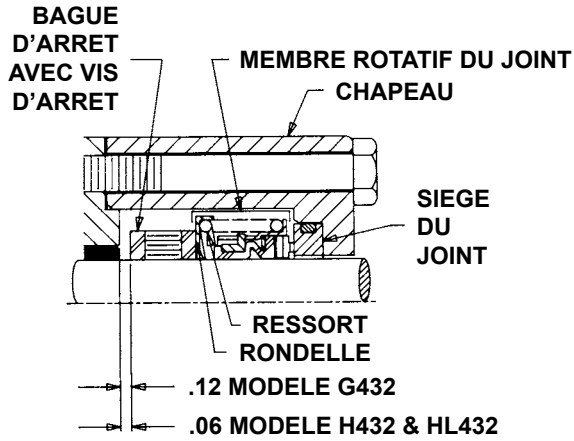

FIGURE 15 – VUE EN COUPE, SECTEUR DU JOINT
Installez le joint mécanique: placez la bague d'arrêt sur l'arbre et serrez la vis d'arrêt. Voir Figure 15 pour l'emplacement de la bague d'arrêt.
2. La rondelle du ressort et le ressort doivent être placés sur l'arbre en premier et dans cet ordre. (Voir Figure 15).